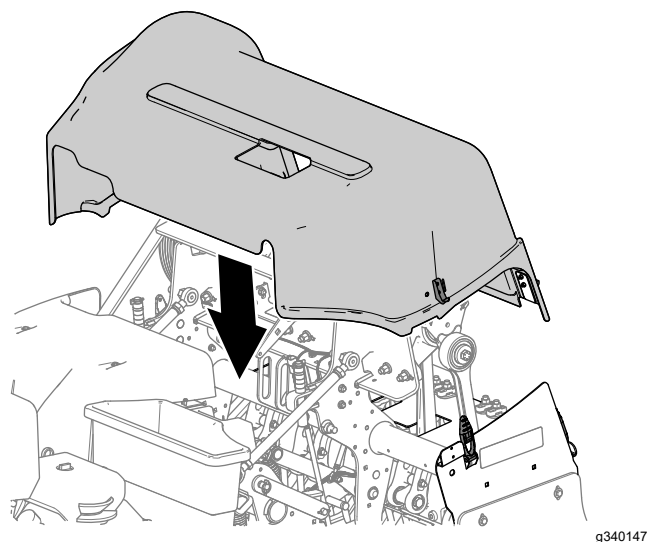

Figura 152
1. Allineate la copertura della testa di carotaggio alla macchina, come illustrato nella Figura 152.